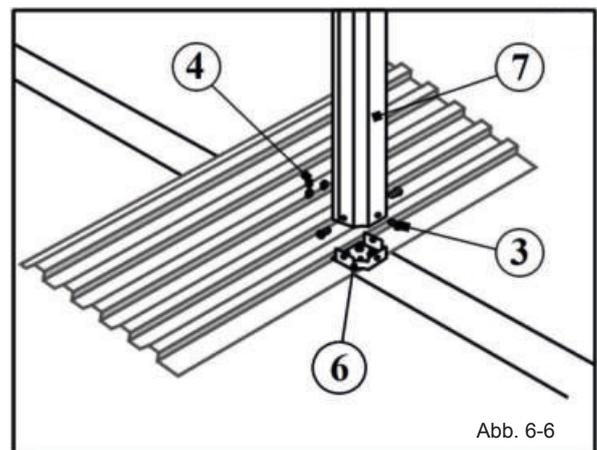

Abb. 6-6
- e) Auf den Säulenboden [6] ist die Säule [7] anzusetzen und von außen nach innen mittels der Schrauben [3] und den Muttern [4] festzuschrauben und nachzuziehen (Abb. 6-6).